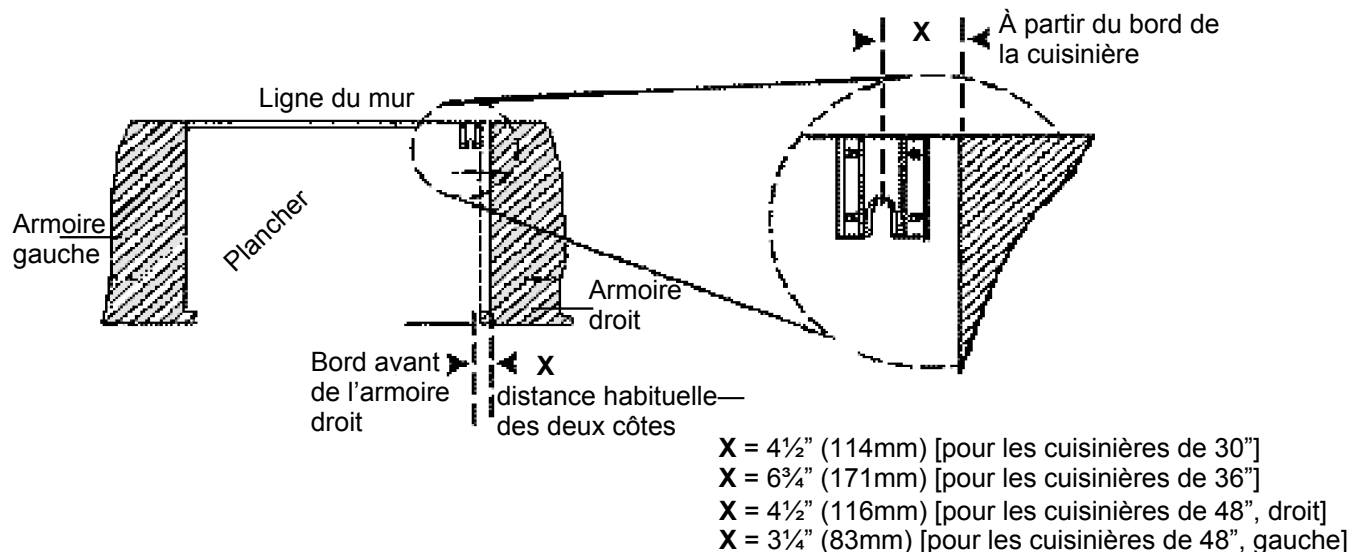

Figure 9 : Mise en place de la patte antibascule (vue du haut)
1. Placez la patte sur l'emplacement comme indiqué à la Figure 9 (la patte peut être utilisée dans un des coins de l'installation).